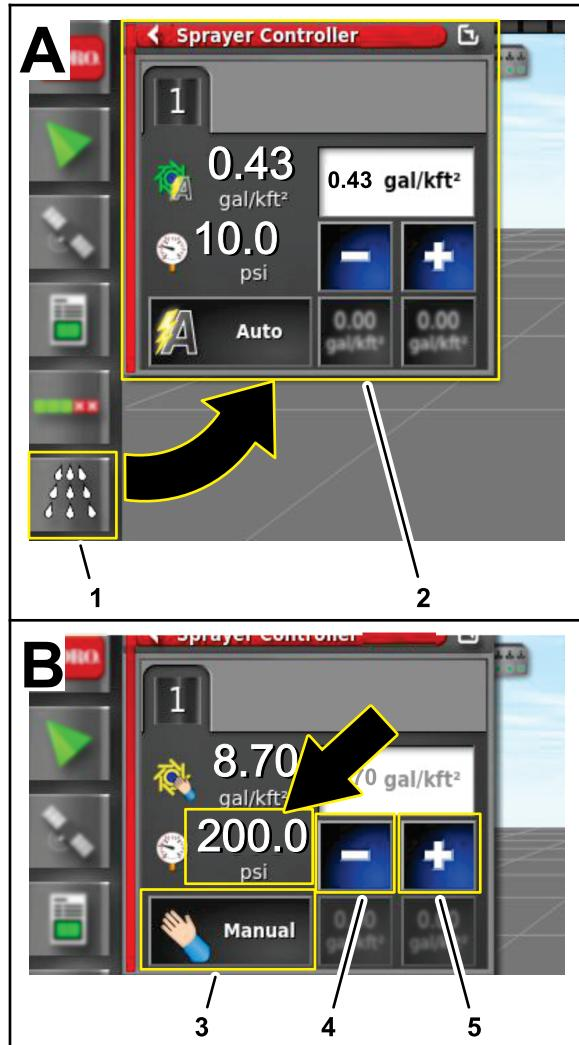

Рисунок 202
4. На управляемой консоли GeoLink нажмите значок SPRAY RATE CONTROLLER (Контроллер интенсивности опрыскивания) (Рисунок 202).
5. В диалоговом окне контроллера интенсивности опрыскивания нажмайте значок RATE CONTROL MODE (Режим управления интенсивностью опрыскивания), пока не будет отображен ручной режим (Рисунок 202).
опрыскивания (Рисунок 202) на 13,75 бар (200 фунтов на кв. дюйм).